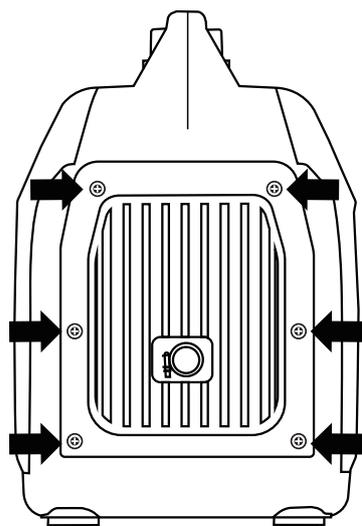

Figura 20: Rimuovere le viti che fissano il coperchio della marmitta.
3. Rimuovere le viti che tengono in posizione il coperchio della marmitta (vedere Figura 20).